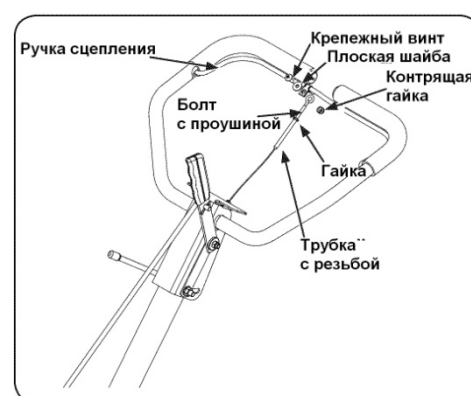

Рис.7
4. Отсоедините мелкий крепежный винт, самоконтрящуюся гайку и две шайбы от скобы сцепления. См. Рис.7.
6. Наверните болт с проушиной и гайку, ранее снятые, в трубку с внутренней резьбой на конце тросика. Резьбовое зацепление должно составлять  $\frac{3}{4}$ " ( 20 мм) длины резьбы. Закрутите гайку в противоположную сторону от конца тросика. См. Рис. 7.